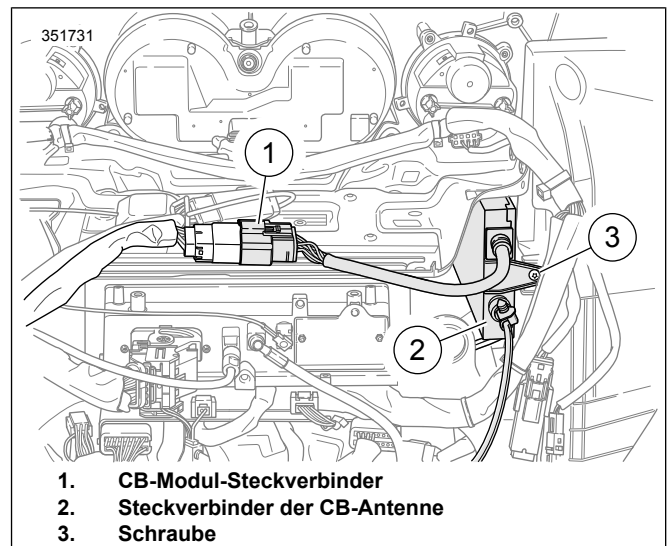

Abbildung 3. Steckverbinder des Innenverkleidungs-Kabelbaums
5. Siehe Abbildung 3 >. Das 12-polige Buchsengehäuse am CB-Steckverbinder [184] (1) anschließen.